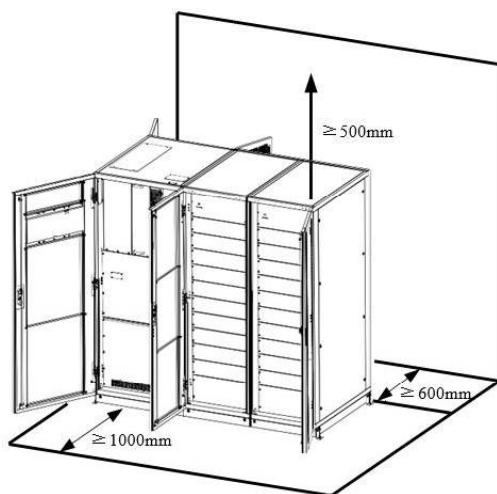

Fig. 3-3 Espacio reservado UPS
2. Transporte el equipo al sitio designado por medio de estibadora como se muestra en la Fig.3-3.